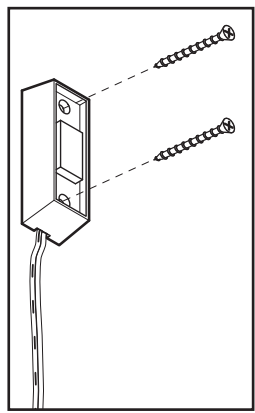

FIG. 3-4 **Montaje del control de pared.**
- Fixer la commande murale au mur avec 2 vis (fournies) (Fig. 3-4).